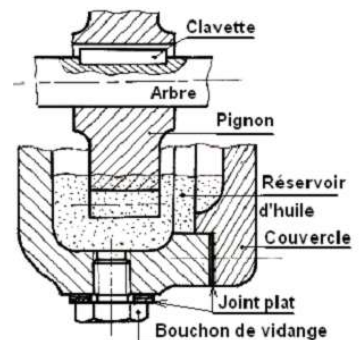

Figure 10
- **Graissage par barbotage** (Voir la figure 10)